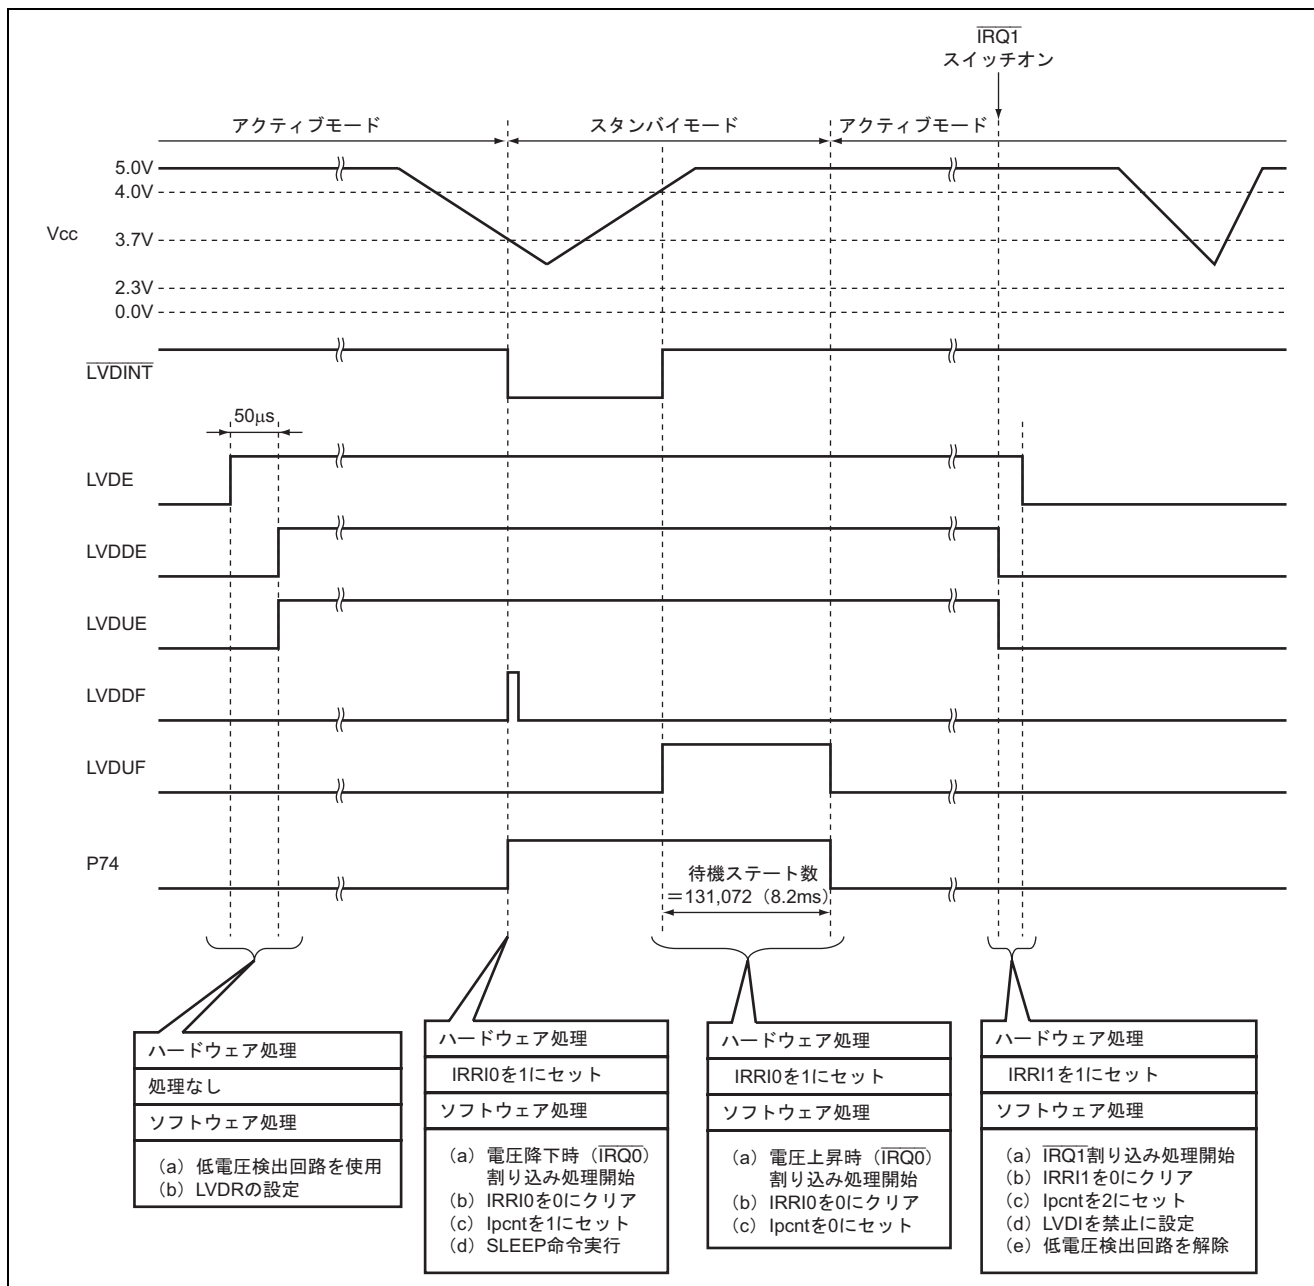

図 3.1 動作説明 (1)
1. LVDI の設定 / 解除手順と、低電圧検出時割り込みをトリガとしたスタンバイモードへの遷移を図 3.1 に示します。